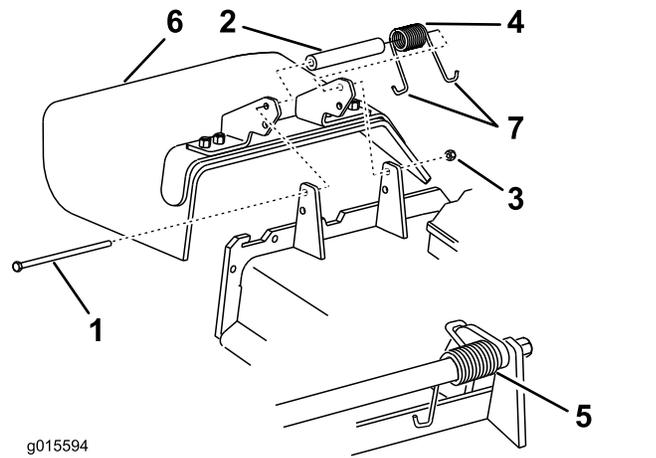

Bild 23
4. Entfernen Sie die Sicherungsmutter, Schraube, Feder und das Distanzstück, mit denen das Ablenkblech an den Drehhalterungen befestigt ist (Bild 23).
5. Entfernen Sie das Ablenkblech (Bild 23).